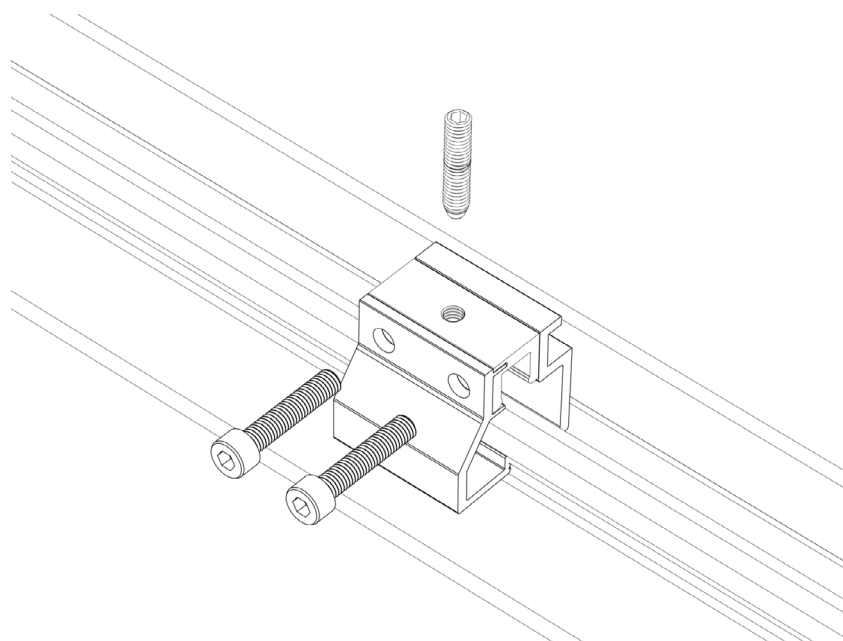

図 7
- クランプのベースのボルトをソケットレンチで取り外します (図 7)。